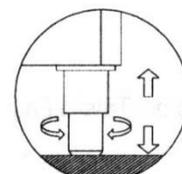

Figure 2 – réglage des pieds
- placer l'appareil en utilisant un niveau, avec un éventuel réglage des pieds de la base métallique (pour les modèles dotés de pieds réglables) (figure 2)